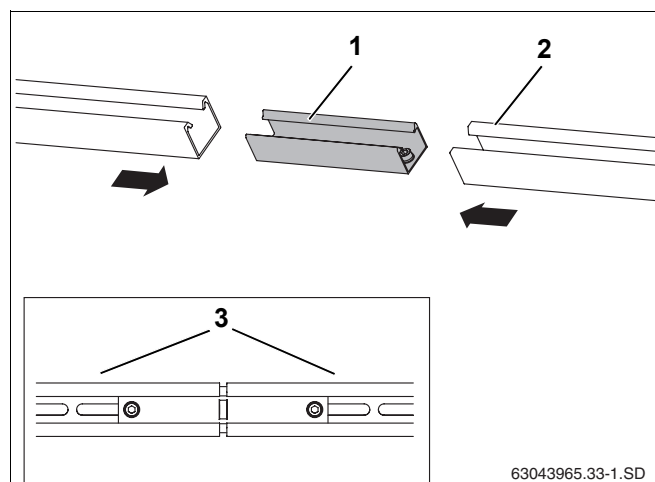

Рис. 31 Соединение профильных реек
- Задвинуть до упора вставку (рис. 31, поз. 1) в обе профильные рейки (рис. 31, поз. 2).
- Для фиксации затянуть ключом SW5 оба предварительно установленных стопорных винта M10 (рис. 31, поз. 3).